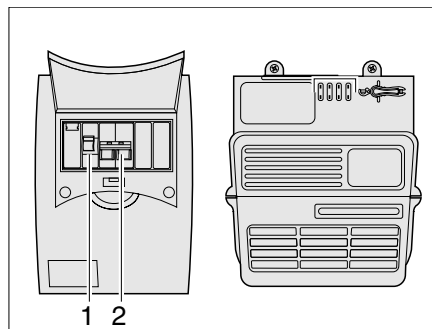

Bild 100 230-V-Sicherungskasten
Die Hauptsicherung (Bild 100,2) sichert den 230-V-Eingangstrom mit max. 10 A ab. Zusätzlich befindet sich ein Fehlerstrom-Schutzschalter (Bild 100,1) im Sicherungskasten.
- 230-V-Leitungsschutzschalter (siehe Bild 100) und Hauptschalter Batterie (siehe Bild 94,9) kurz ein- und ausschalten, um den Stromfluss zu unterbrechen.